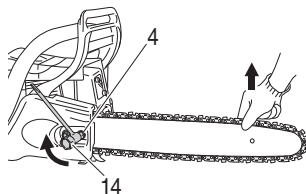

Fig. 9
- Levante el extremo de la barra y apriete firmemente las tuercas de fijación de la barra guía (4) con la llave combinada (14). (Fig. 9)